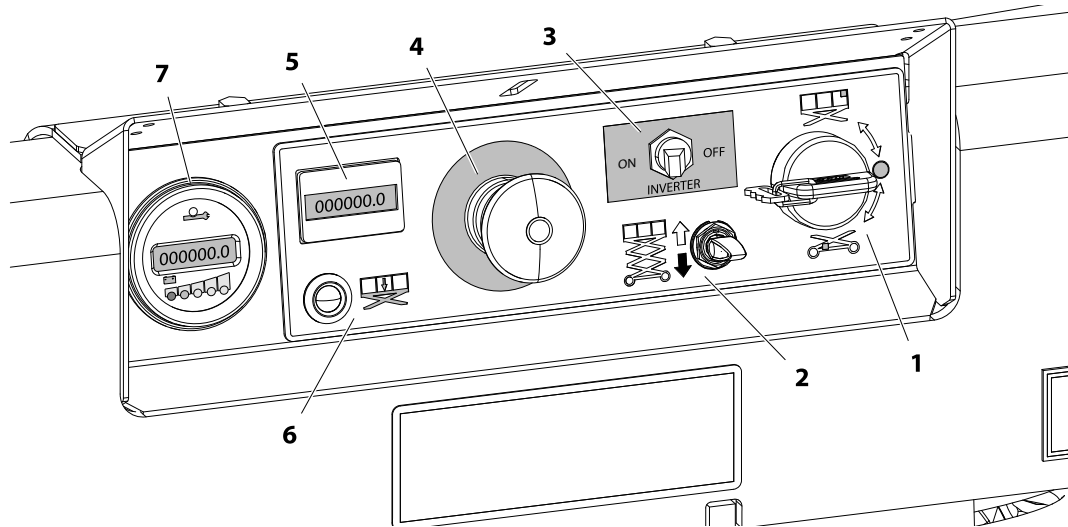

Figura 3-2. Puesto de controles de suelo
1. Desde el **tablero de control del suelo** sin carga en la plataforma: (Ver la Figura 3-2. en la página 3-5)
(Artículo 1 - Figura 3-2.)
(Artículo 2 - Figura 3-2.)
(Artículo 3 - Figura 3-2.)
(Artículo 4 - Figura 3-2.)
(Artículo 5 - Figura 3-2.)
(Artículo 6 - Figura 3-2.)
(Artículo 7 - Figura 3-2.)